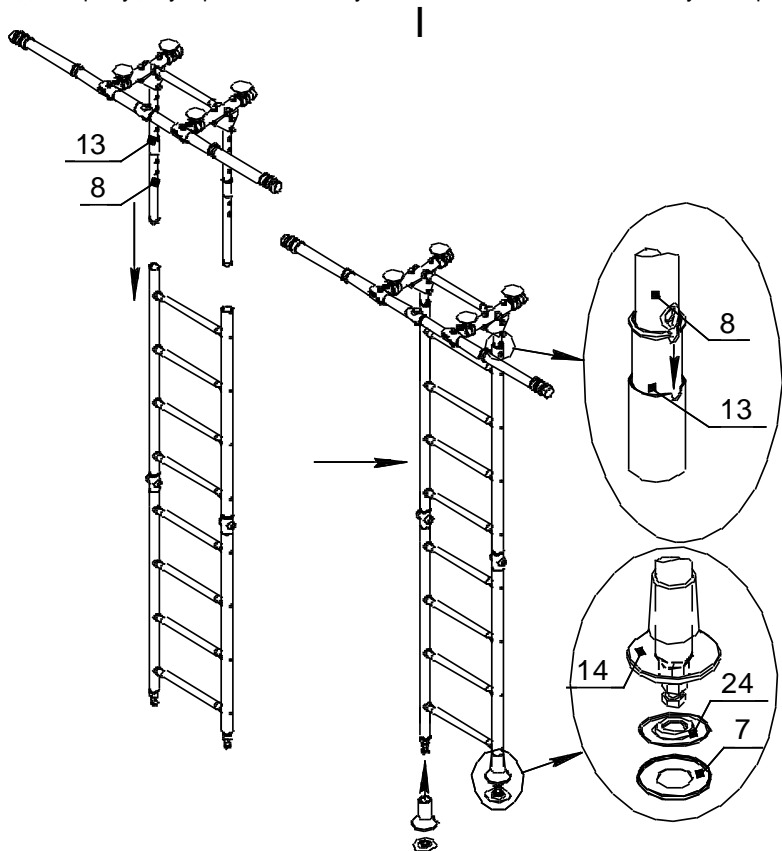

Рис.7
3.3 Собрать лестницу с рамой (рис.7; 8).
- I- Установить вставки рамы с опорами в лестницу до упора. Надеть колпаки поз. 14; установить опоры поз. 24 с прокладками поз.7 (Рис.7).